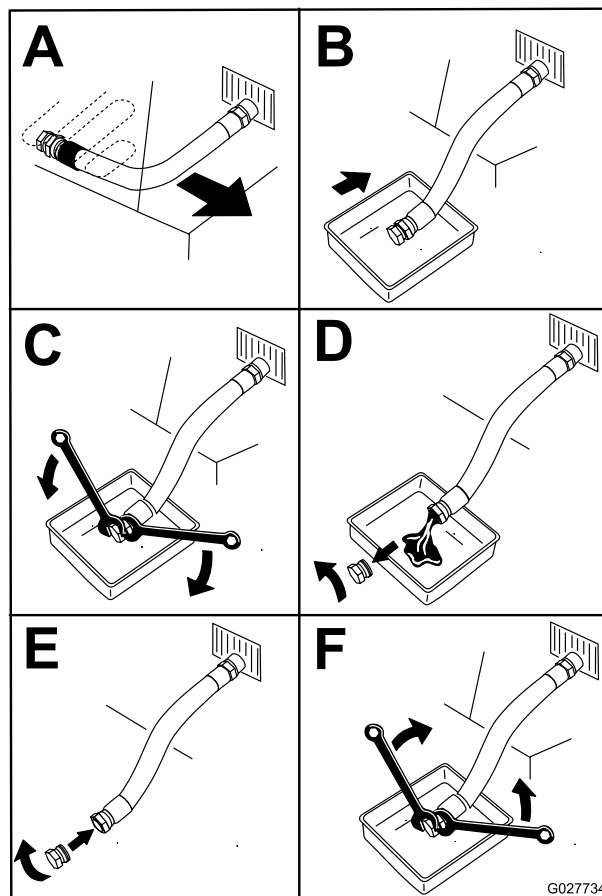

Figura 55
4. Prima di scendere dalla postazione di guida spegnete il motore, toglie la chiave di accensione e attendete che si fermino tutte le parti in movimento (Figura 55).